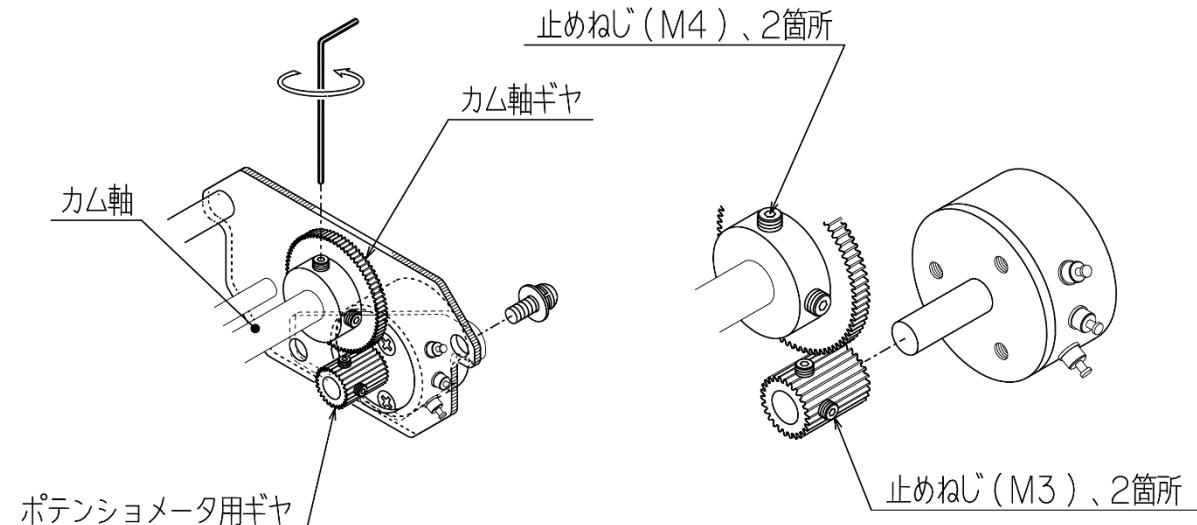

図10：ポテンショメータの調整
- ⑨新しいポテンショメータを取付板に取付け、⑧で取り外したギヤをポテンショメータ軸に取付けます。(図10参照)
- ⑩リード線をポテンショメータ端子にはんだ付けします。リード線は⑤で記録した内容通りに接続してください。又、端子へのはんだ付け作業は出来るだけ手早く行ってください。
- ⑪ポテンショメータ取付板を本体に取付けます。この時、端子RM-WM間に抵抗値を測定し、おおよそ④で測定した数値に近い位置で組み付けると、後工程の調整作業がやり易くなります。尚、組み付けの際はギヤのかみ合い状態がきつくなりすぎないように注意してください。(若干のかみ合いガタがある程度が良い状態です)
(2) ポテンショメータの調整要領 (制御動作C形、巻線抵抗形ポテンショメータ 135Ω の場合)
- ①コントロールモータを電動動作で全閉位置とし電源を遮断します。
- ②コントロールモータのスイッチカバーを外します。
- ③端子箱カバーを外し、端子BM, RM, WMに接続されている外部配線を解線します。
- ④カム軸ギヤを固定している止めねじ(M4六角穴付き)を2本とも緩めます。
- ⑤端子RM-WM間にテスタ(抵抗レンジ)をあて抵抗値を測定しながらカム軸ギヤを指で回し、抵抗値が約 2Ω となる位置でカム軸ギヤの止めねじを仮固定します。(図10参照)